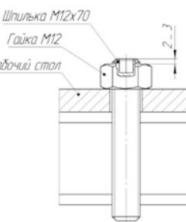

Рис. 1
4.3.5. Разместить четыре шпильки M12x70 с накрученными на них гайками M12 в монтажные отверстия рабочего стола, соответствующие устанавливаемому модулю (рис. 1). Шестигранное отверстие в шпильке должно располагаться сверху. Верхний торец шпильки должен выступать на 2 ... 3 мм над гайкой.